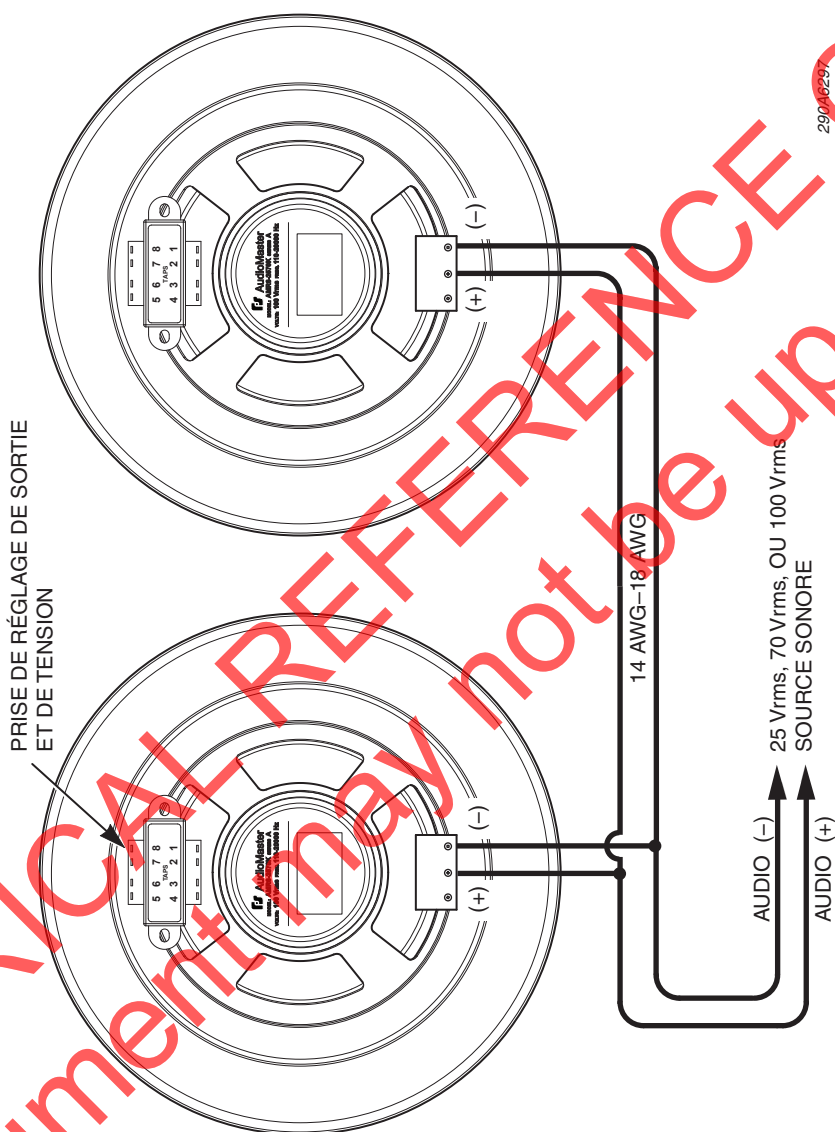

Figure 2. Haut-parleurs connectés en parallèle
Câblez le haut-parleur conformément aux codes locaux. Consultez la figure 2 de la page 34.
4. Pour connecter les haut-parleurs en parallèle, consultez la figure 2 de la page 34.